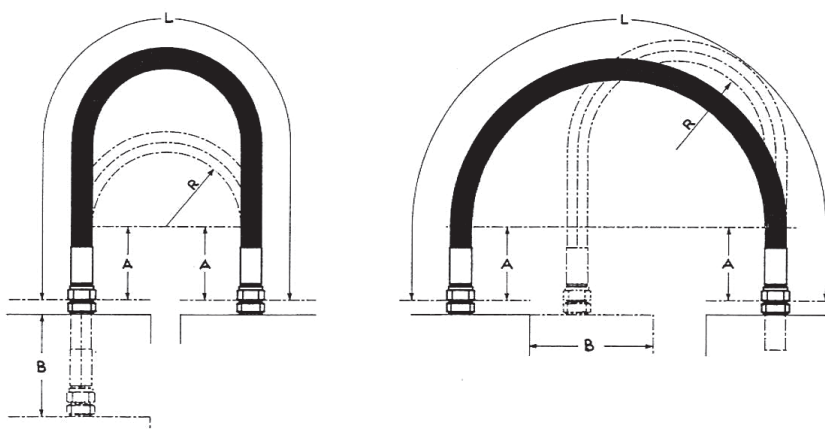

Fig. 2 / Bild 2
- Installazione con movimento (fig. 2)
- Non static hose installation (fig. 2)
- Montage mit Bewegung (Bild 2)